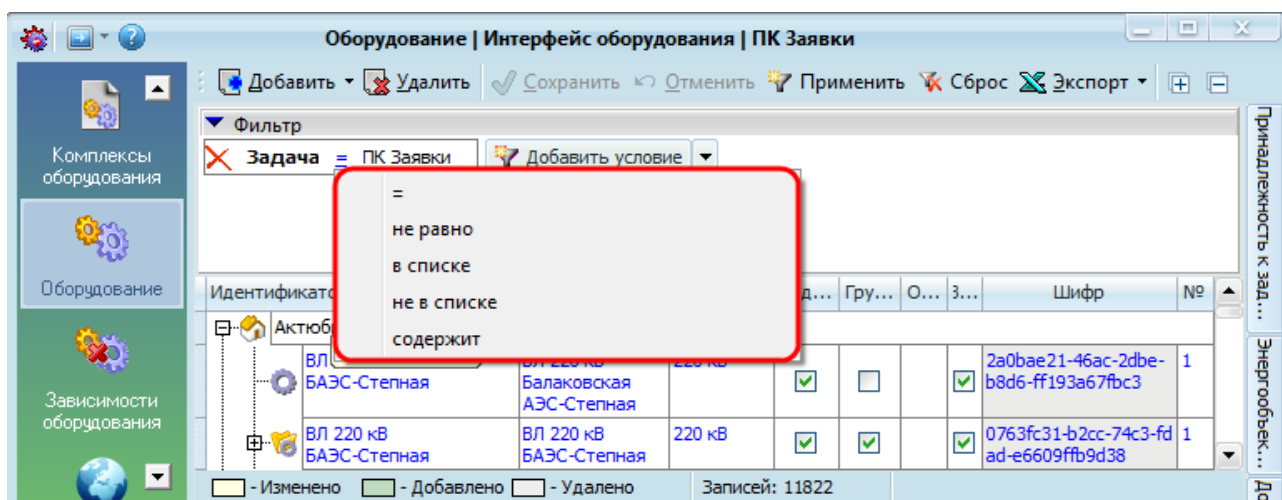

Рисунок 15.24 – Фильтрация по принадлежности к задаче
- **Фильтрация по принадлежности к задаче** (см. раздел «6.5 Определение принадлежности к задаче»). К данному виду фильтрации относится критерий «Задача». В качестве условий фильтрации выступают: «=», «не равно», «в списке», «не в списке», «содержит». В качестве значения фильтрации выбирается значение из справочника (Рисунок 15.24).